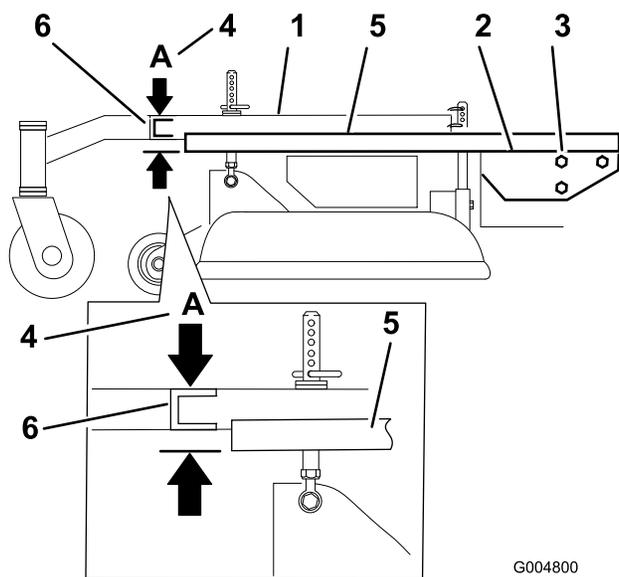

Figura 52
- Posizionate un lungo bordo diritto sopra la scocca del motore come illustrato in Figura 52.
- Al canale trasversale del telaio portante, misurate l'altezza al punto **A** (Figura 52).
- Allentate i bulloni di fissaggio del telaio portante su entrambi i lati della macchina (Figura 52).
- Allineate il telaio portante e la scocca del motore portandoli a 33 mm, più o meno 6 mm al punto **A** (Figura 52).